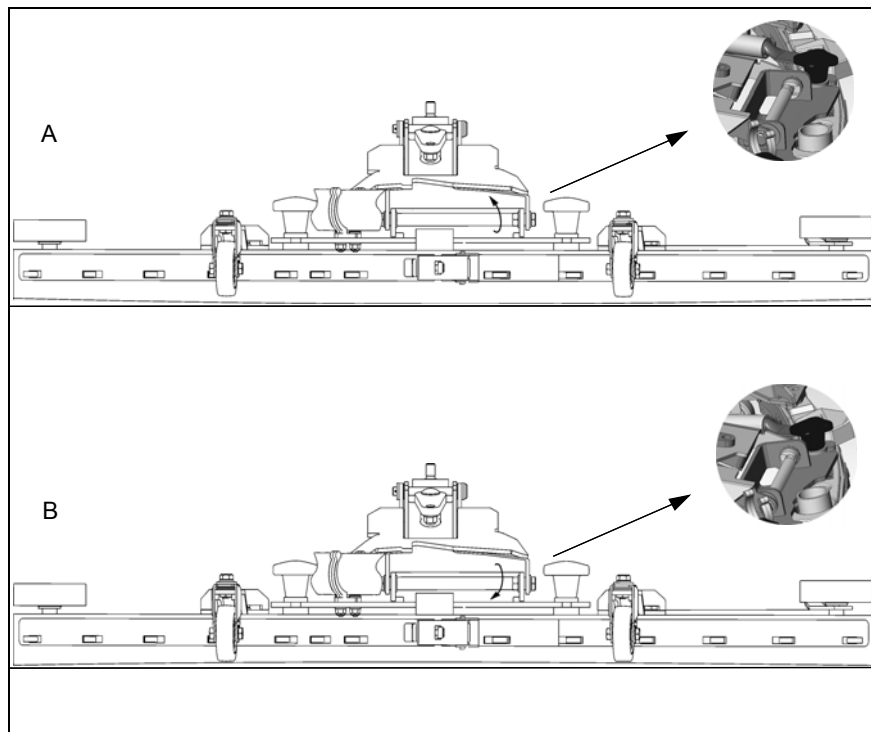

Abb.2
2. Befestigungsschrauben der Einstellschraube (Abb. 2) lösen und mit dem Exzenter der Einstellschraube (SW13) den Saugfuß so einstellen, dass die Enden der Dichtleisten gerade noch Bodenkontakt haben.